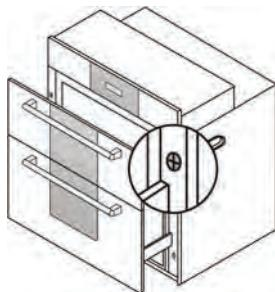

图1
- 按图1所示打开消毒的柜门，用螺丝刀、扳手等工具拆卸左右两侧的四套运输螺钉和螺母。